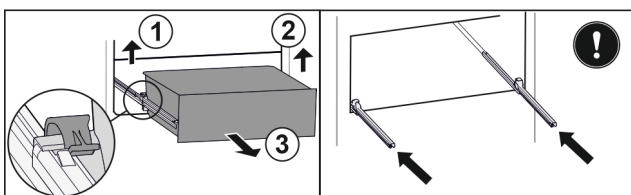

Fig. 119
- Emelje fel a bal oldali kapcsot, és ezzel egyszerre húzza előre a fiók bal oldalát. Fig. 119 (1)
- Emelje fel a jobb oldali kapcsot, és ezzel egyszerre húzza előre a fiók jobb oldalát. Fig. 119 (2)
- Vegye ki a fiókot előre felé. Fig. 119 (3)